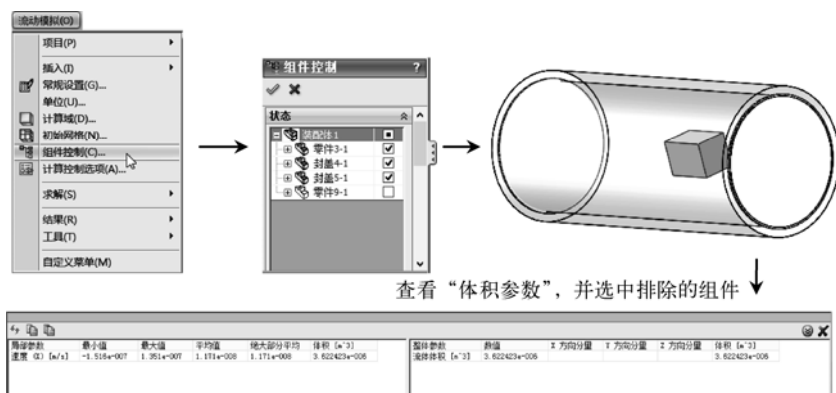

图 12-27 查看“体积参数”操作和结果
- “体积参数”：用于计算流体内某部分的“体积压力”等，操作之前需要首先在流体导入一个不参与计算的组件（操作如图 12-27 左上图所示），然后“运算”后选中此组件，计算体积参数，如图 12-27 下图所示。